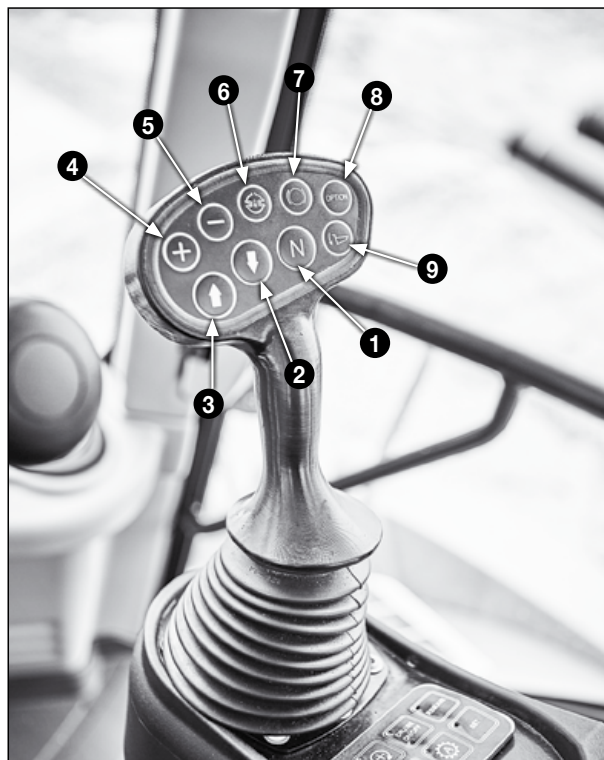

Fig. 90
Reglaget (fig. 90) i höger armstöd styr följande funktioner: växling, differentialspär, tippbroms samt tippfunktion.
Vid aktivering av betjäningshandtaget knapp 6 fig. 90 inkopplas differentialspärr på bakaxel, båda lysdioderna fig. 29 pos. 1 lyser grönt. När kontakten släpps kopplas differentialspärren bort och lysdioderna slocknar.
Vid aktivering av tippbroms knapp 7 fig. 90, bromsar driftbromsen på bakaxeln och parkeringsbromsen på framaxeln. Transmissionen ska vara i neutralläge "N", annars aktiveras inte funktionen. Tippbromsen kan endast aktiveras i hastigheter under 1 km/tim.
Maskinen är utrustad med 100% differentialspärren på bakaxeln. Den aktiveras genom att trycka på kontakt 6 fig. 90 och den fungerar bara så länge knappen hålls. Den kan kopplas in under alle förhållanden, men det rekommenderas att in- och urkoppling inte utförs, mens det är stor dragkraft på maskinen.